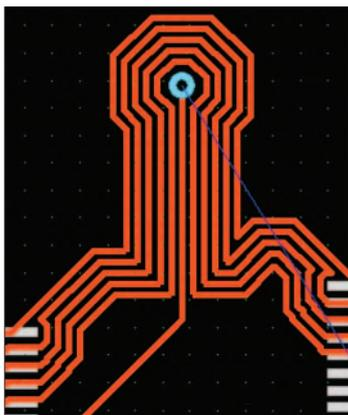

Рис.6. Расталкивание проводников
- увеличена эффективность средств расталкивания ранее проложенных проводников (рис.6). Можно задавать степень расталкивания (низкая, средняя, высокая), выбирать режим работы (постоянно или по нажатию клавиши). При расталкивании трасс переходные отверстия теперь могут перемещаться вместе с сегментом проводника (эта опция может быть отключена), при этом шаг смещения переходного отверстия (задается отдельным параметром) может отличаться от текущего шага сетки;